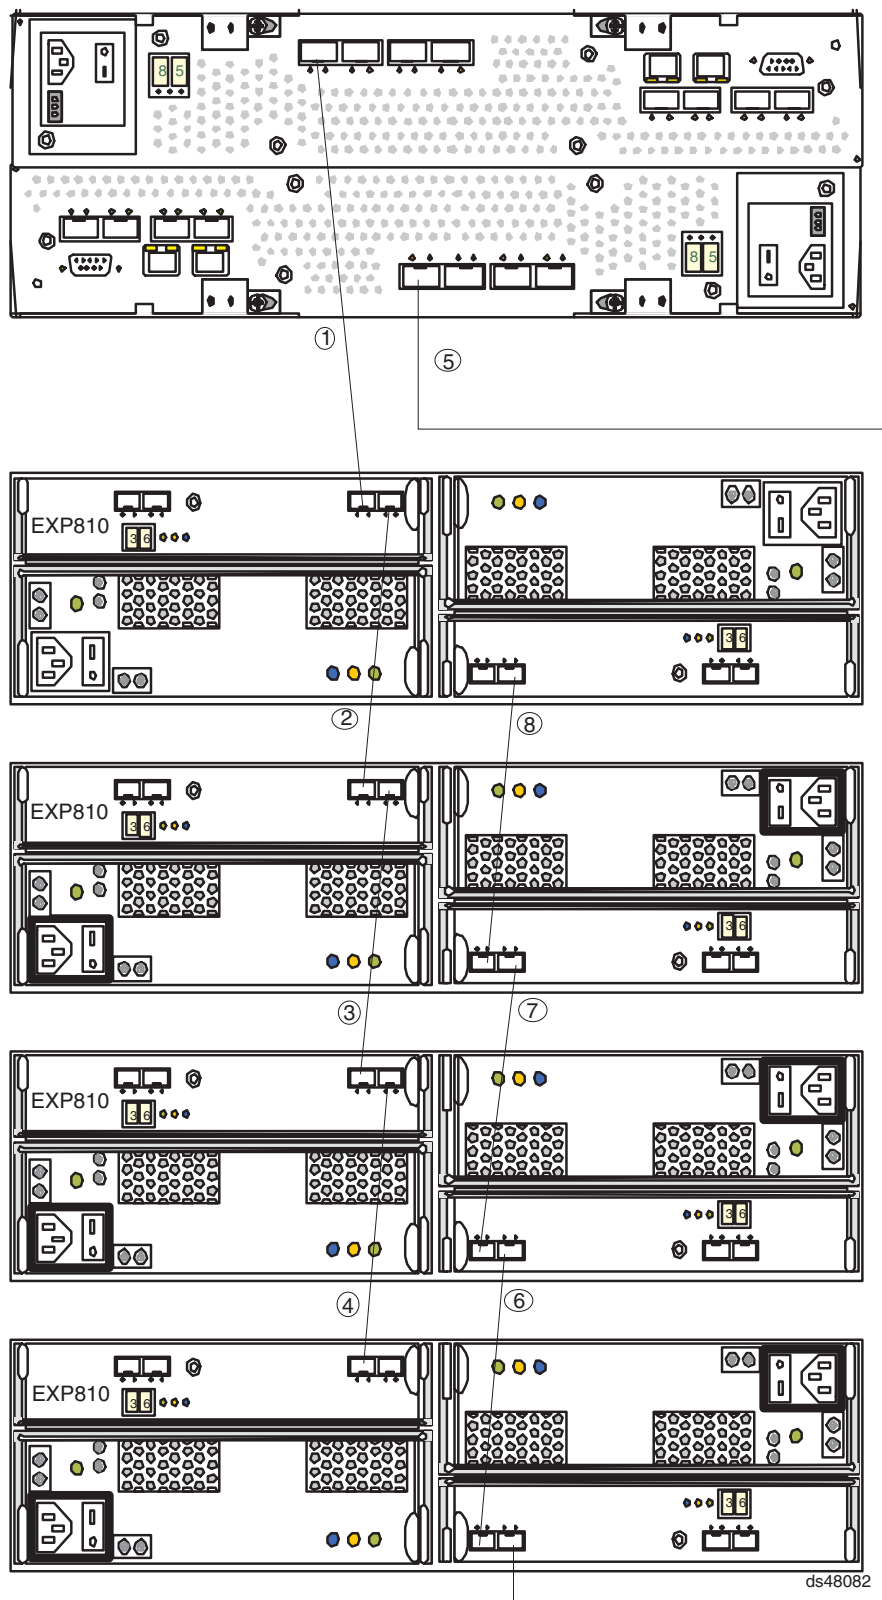

図 47. EXP810 エンクロージャーの DS4800 への接続
- a. まとめてケーブル接続される、EXP810 ドライブ拡張エンクロージャーのグループの最初のストレージ拡張エンクロージャーから始めます。左の ESM ボードの 1A ポートを、2 番目の (次の) エンクロージャーの左の ESM ボードの 1B ポートに接続します。(78 ページの図 47 のコールアウト 2 を参照。)
- b. まとめてケーブル接続されるドライブ拡張エンクロージャーのグループの最初のストレージ拡張エンクロージャーで、右の ESM ボードの 1B ポートを、2 番目の (次の) エンクロージャーの右の ESM ボードの 1A ポートに接続します。(78 ページの図 47 のコールアウト 8 を参照。)
- c. このグループにストレージ拡張エンクロージャーをさらにケーブル接続する場合は、2 番目のエンクロージャーから始め、ループ内の最後のエンクロージャーを除くすべてのエンクロージャーについてステップ 5a および 5b を繰り返します。(78 ページの図 47 で、左の ESM 接続のコールアウト 3 と 4、および右の ESM 接続のコールアウト 7 と 6 を参照。)
- d. コントローラー A のドライブ・ポート 4 (ドライブ・チャンネル 1) を、ドライブ拡張エンクロージャーのグループの最初のストレージ拡張エンクロージャーの、左の ESM ボードの 1B ポートに接続します。(78 ページの図 47 のコールアウト 1 を参照。)
- e. コントローラー B のドライブ・ポート 1 (ドライブ・チャンネル 3) を、ドライブ拡張エンクロージャーのグループの最後のストレージ拡張エンクロージャーの、右の ESM ボードのポート 1B に接続します。(78 ページの図 47 のコールアウト 5 を参照。)